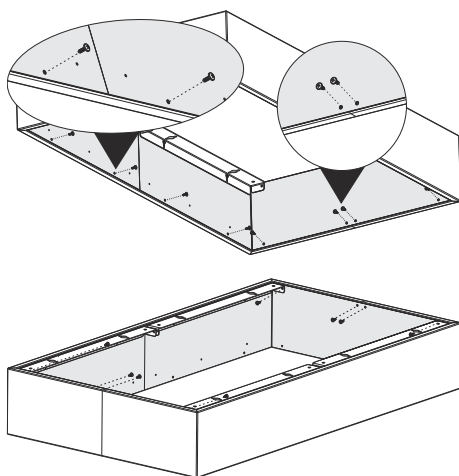

Fig. 8
4. Saml den indre kasse til den ydre kasse som vist i figuren (Fig. 8).